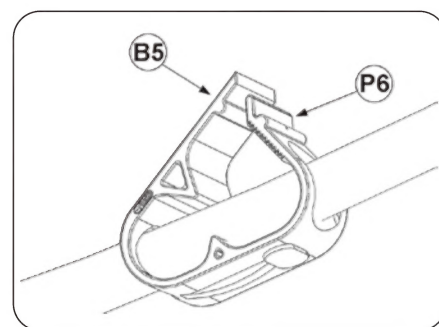

図 11
18) ホース締付用クランプ (図 11 の P6) を開いて、ポンプの電源を入れてください。水が適正に循環し、水漏れなどがないことを確認ください。水漏れや異常がある場合は、接続部分を点検してください。
注意：本体からホースを外す際には、所定のクランプ（図 11 の B5）でホースを締め付けて、水槽の水がホースから出ないようにしてください。本体にホースを再び取り付けた時に所定のクランプ（図 11 の P6）を開いてください。